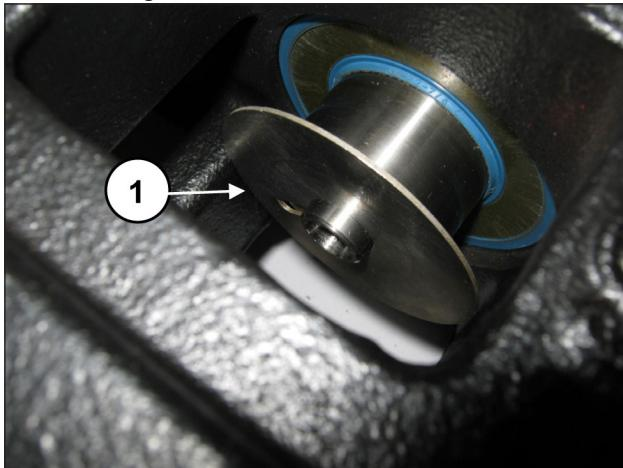

Abb. 182
Montieren Sie den Spritzschuterringe in die Aufnahme an der Kolbenführung (Pos. ①, Abb. 182).